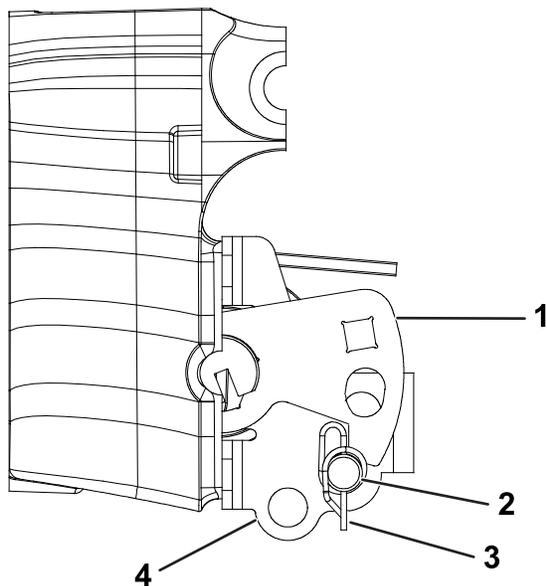

Figura 1
1. Realice los siguientes pasos para eliminar tensión del conjunto de contrapeso de la suspensión. Consulte Figura 1.
- Utilice la chaveta retirada anteriormente para fijar el pasador de horquilla en los orificios del medio del soporte del contrapeso y por debajo del brazo del tensor; consulte la Figura 1 para conocer la ubicación correcta del pasador de horquilla.
Nota: En el caso de máquinas con molinete hidráulico, el conjunto de contrapeso debe volver a la configuración de máquina de molinete eléctrico, tal y como se muestra en la Figura 1. Esta posición contrarresta el peso añadido del TMD.